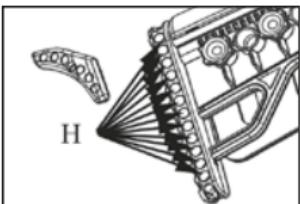
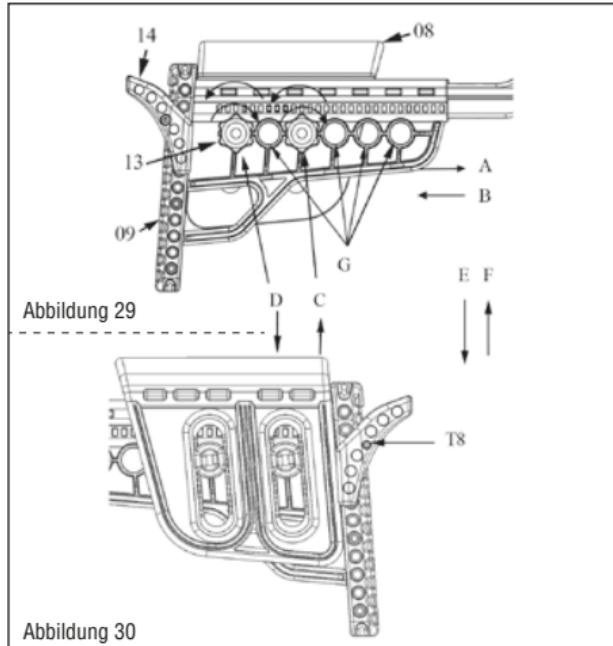

Abbildung 25
Abbildung 30
**EINSTELLUNG DES KOLBENS** Sie können das Backenteil Nr. 08 in der gewünschten Höhe einstellen, indem Sie es entsprechend den Pfeilen D-C auf-oder abwärts bewegen, nachdem Sie die auf Ihren Kolben Nr. 09 montierten Klemmmuttern Nr. 13 gelockert haben; ferner können Sie das Kolbengehäuse Nr. 09 verstellen, indem Sie es entsprechend den Pfeilen A-B vor-oder rückwärts bewegen. (Abbildungen 29-30). Ziehen Sie nach dem Verstellen die Klemmmuttern Nr. 13 genügend an, ohne dabei übertriebene Kraft auszuüben. Sie können die Schaftkappen Nr. 14 und 15 einstellen, indem Sie sie entsprechend den Pfeilen E-F auf-oder abwärts bewegen und in die betreffenden Löcher des Kolbengehäuses entsprechend den Pfeilen H in (Abbildung 25) einsetzen, nachdem Sie die auf Ihren Kolben Nr. 09 montierte Schaftkappen-Schraube Nr. 16 gelockert oder entfernt haben. (Abbildungen 29-30). Ziehen Sie nach dem Verstellen die Schaftkappen-Schraube Nr. 16 mit Hilfe des T8 Drehmomentschlüssels genügend an, ohne dabei übertriebene Kraft auszuüben. (Abbildungen 25-26-27-28-29-30). Beachten Sie, dass die Auf-und Abwärteinstellung der Schaftkappe Nr. 14 und die Auf-und Abwärteinstellung des Backenteils Nr. 08 beim Anvisieren in einem proportionalen und wechselseitigen Verhältnis zu einander stehen. Sollten Sie die Einstellung eines Teils verändern, so müssen Sie auch das andere Teil verstehen. Wenn Sie das auf dem Kolben Nr. 09 befindliche Backenteil Nr. 08 vor-oder rückwärts verstehen möchten, so können Sie die Einstellung verändern, indem Sie die Klemmschrauben Nr. 11 und die Muttern Nr. 13 beliebig in zwei der durch die Pfeile G in (Abbildung 30) aufgezeigten und auf dem Kolbengehäuse Nr. 09 befindlichen Löcher einsetzen.